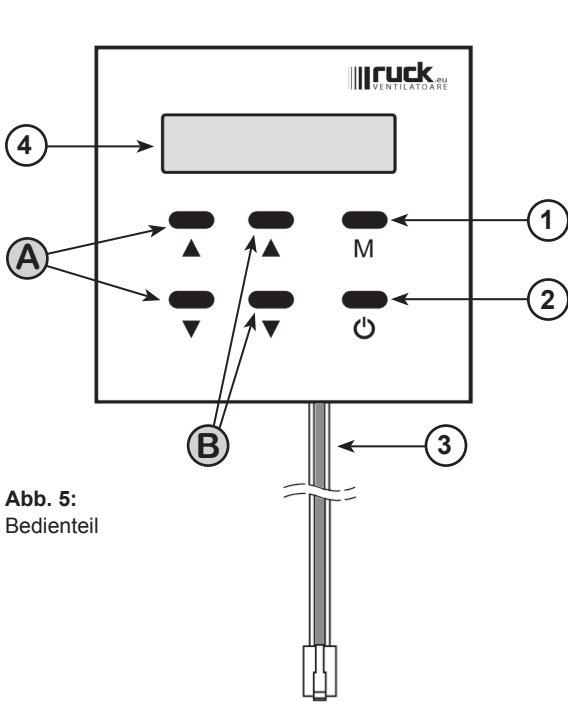

Abb. 5: Bedienteil
9.2.2. Menü Funktionen (siehe Abb. 5)